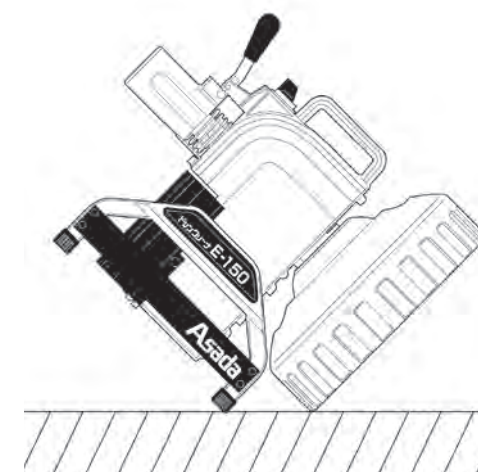

図5
- ①モータが回転しているときに、ワイヤがねじれそうになったり、ねじれてしまった場合は、ただちにスイッチをOFFにしてください。そのまま回転させるとワイヤが破損し、ケガの原因になります。
- ②使用前、使用後はワイヤケースの水抜き穴を下にして(図4)機械を傾け(図5)、ワイヤケースの水を抜いてください。そのまま使用するとワイヤケースからの水の飛び散り、ワイヤの錆の原因になります。